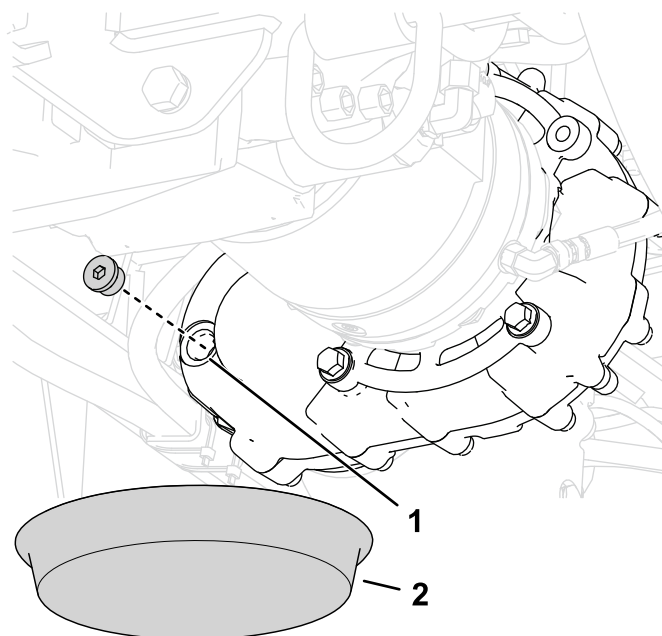

Рисунок 113
2. Снимите пробку смотрового отверстия (Рисунок 113).
1. Установите сливной поддон под редуктор (Рисунок 113).